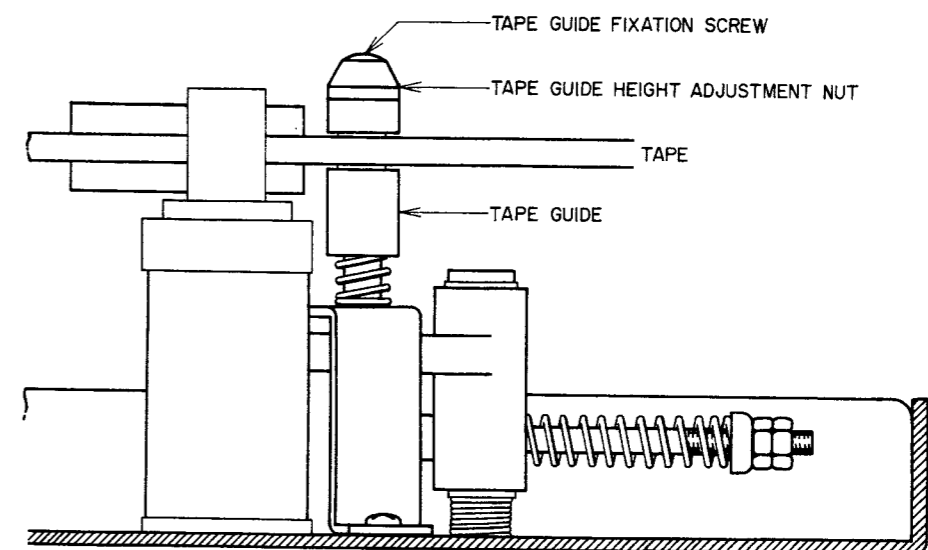

Fig. 15
8. TAPE GUIDE HEIGHT ADJUSTMENT (See Fig. 15)